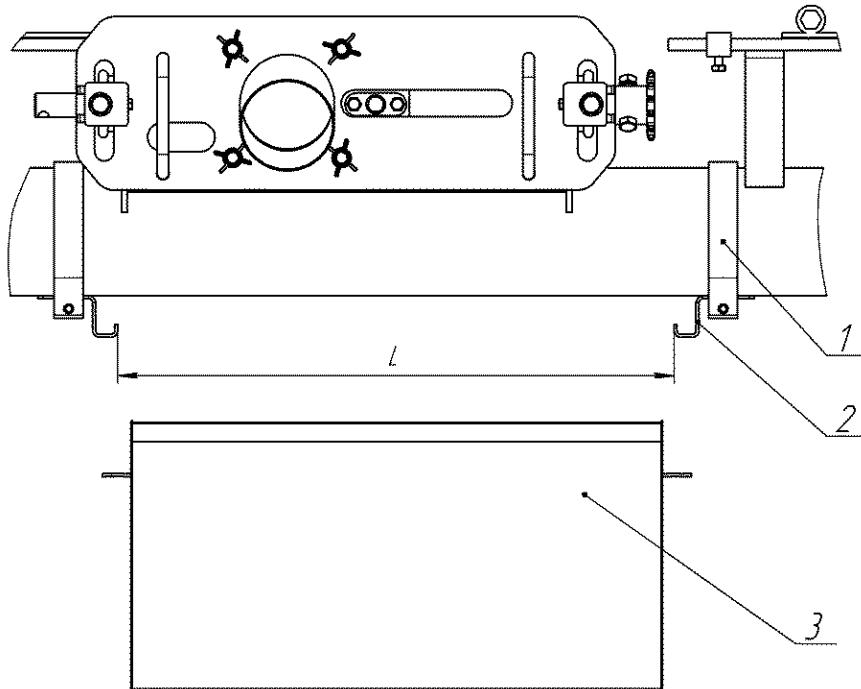

Рис.9 Установка кронштейнов для лотков
4.10.На центральный воздухопровод с помощью хомутов поз.1 рис.9 установить кронштейны поз.2 для съемных лотков поз.3. Расстояние между кронштейнами "L" должно выставляться по лотку.